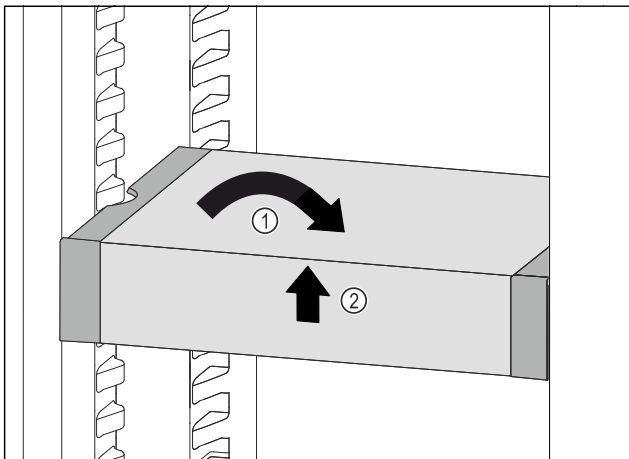

Fig. 162
- ▶ Вирівняти VarioSafe. Fig. 162 (1)
- ▶ Підняти VarioSafe спереду. Fig. 162 (2)